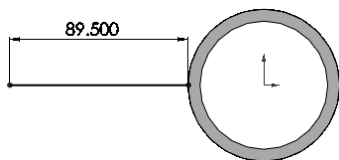

图 4-7 绘制直线
STEP 4 在“前视基准面”中绘制如图 4-7 所示的草绘图形，注意设置其一个端点与螺旋线的几何关系为“穿透”。